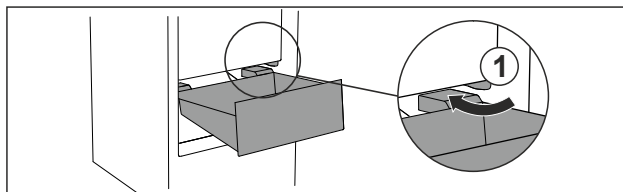

Fig. 115
- Schubfach schräg um die Stopper Fig. 115 (1) herumführen.